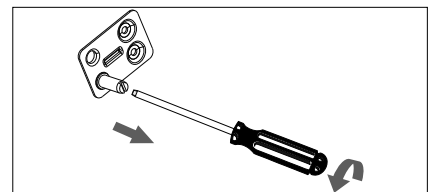

Fig. 6
- ▶ Retire la espiga de la bisagra con un destornillador de ranura (fig. 6).